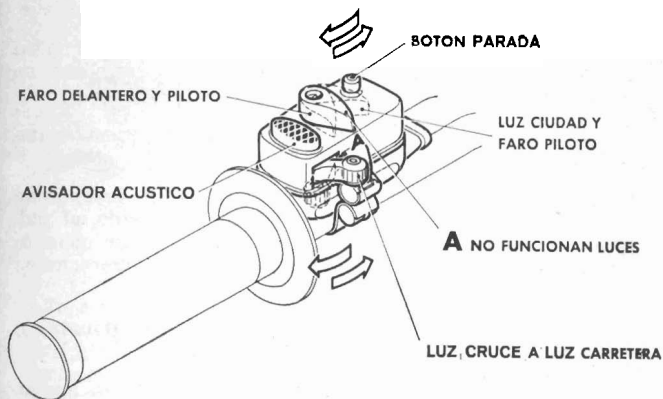

Fig. 5. — Interruptor-conmutador.
2. Parar el motor (ver fig. 5).